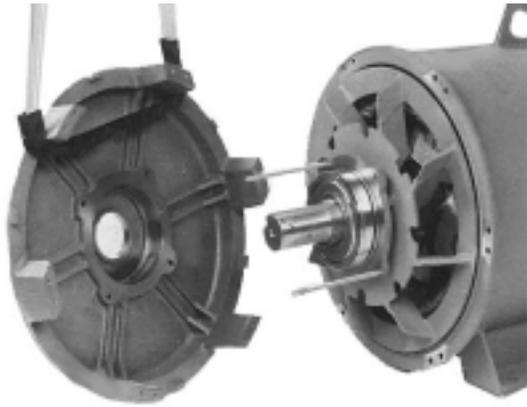

Figure 6-57
b. Pour les alternateurs bipaliers, visser deux tiges de guidage dans les trous des supports du roulement. (Figure 6.57)